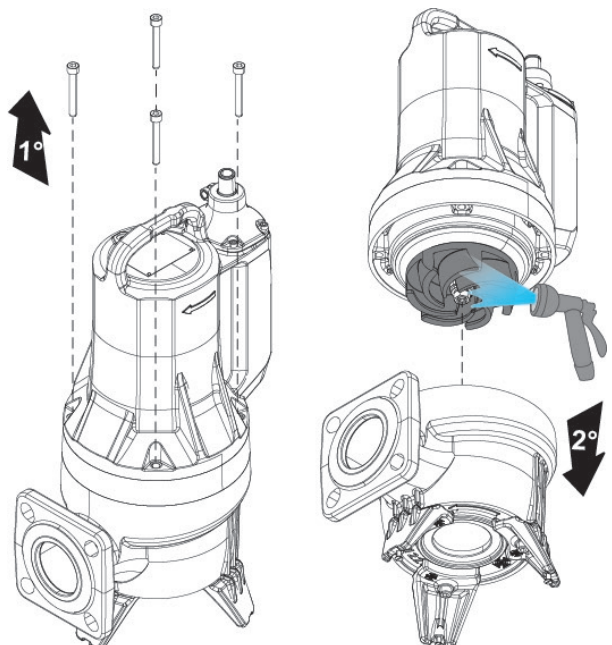

Fig.10
- Curățarea rotorului (Fig. 10)